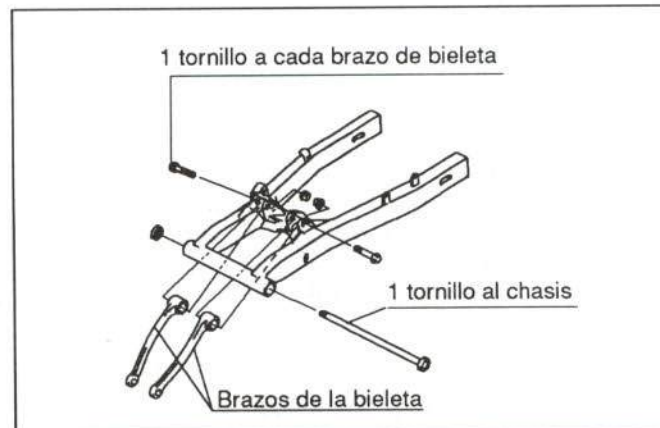

Figura 28.- Unión del basculante
Va unido al chasis de la forma que se muestra en la figura 28.
- Desmontar el basculante (figura 28)